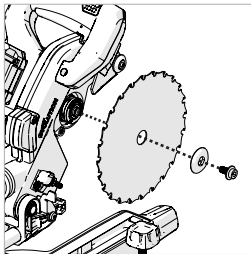

Fig. 19
- Lösen Sie mit dem mitgelieferten Sechskantschlüssel die Flanschschraube und den äußeren Blattflansch und das Blatt vom Dorn. (**Abb. 19**)